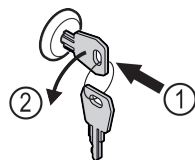

Fig. 181
- ▶ Пъхнете ключа. Fig. 181 (1)
- ▶ Завъртете го на 90° обратно на часовниковата стрелка. Fig. 181 (2)